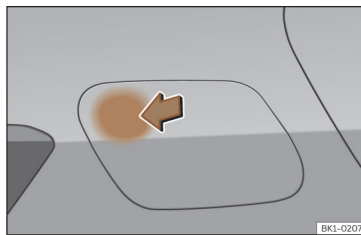

Abb. 55 Öffnung der Batterieladeklappe.
- Drücken Sie bei entriegeltem Fahrzeug auf den gekennzeichneten Bereich der Batterieladeklappe, um diese zu öffnen >>> (Abb. 55).